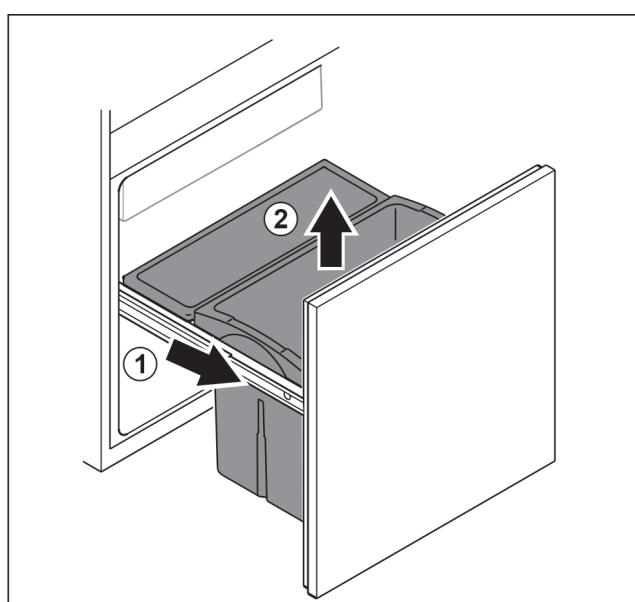

Fig. 98
- Вытяните выдвижную тележку до упора. Fig. 98 (1)
- Извлеките выдвижной ящик движением вверх. Fig. 98 (2)